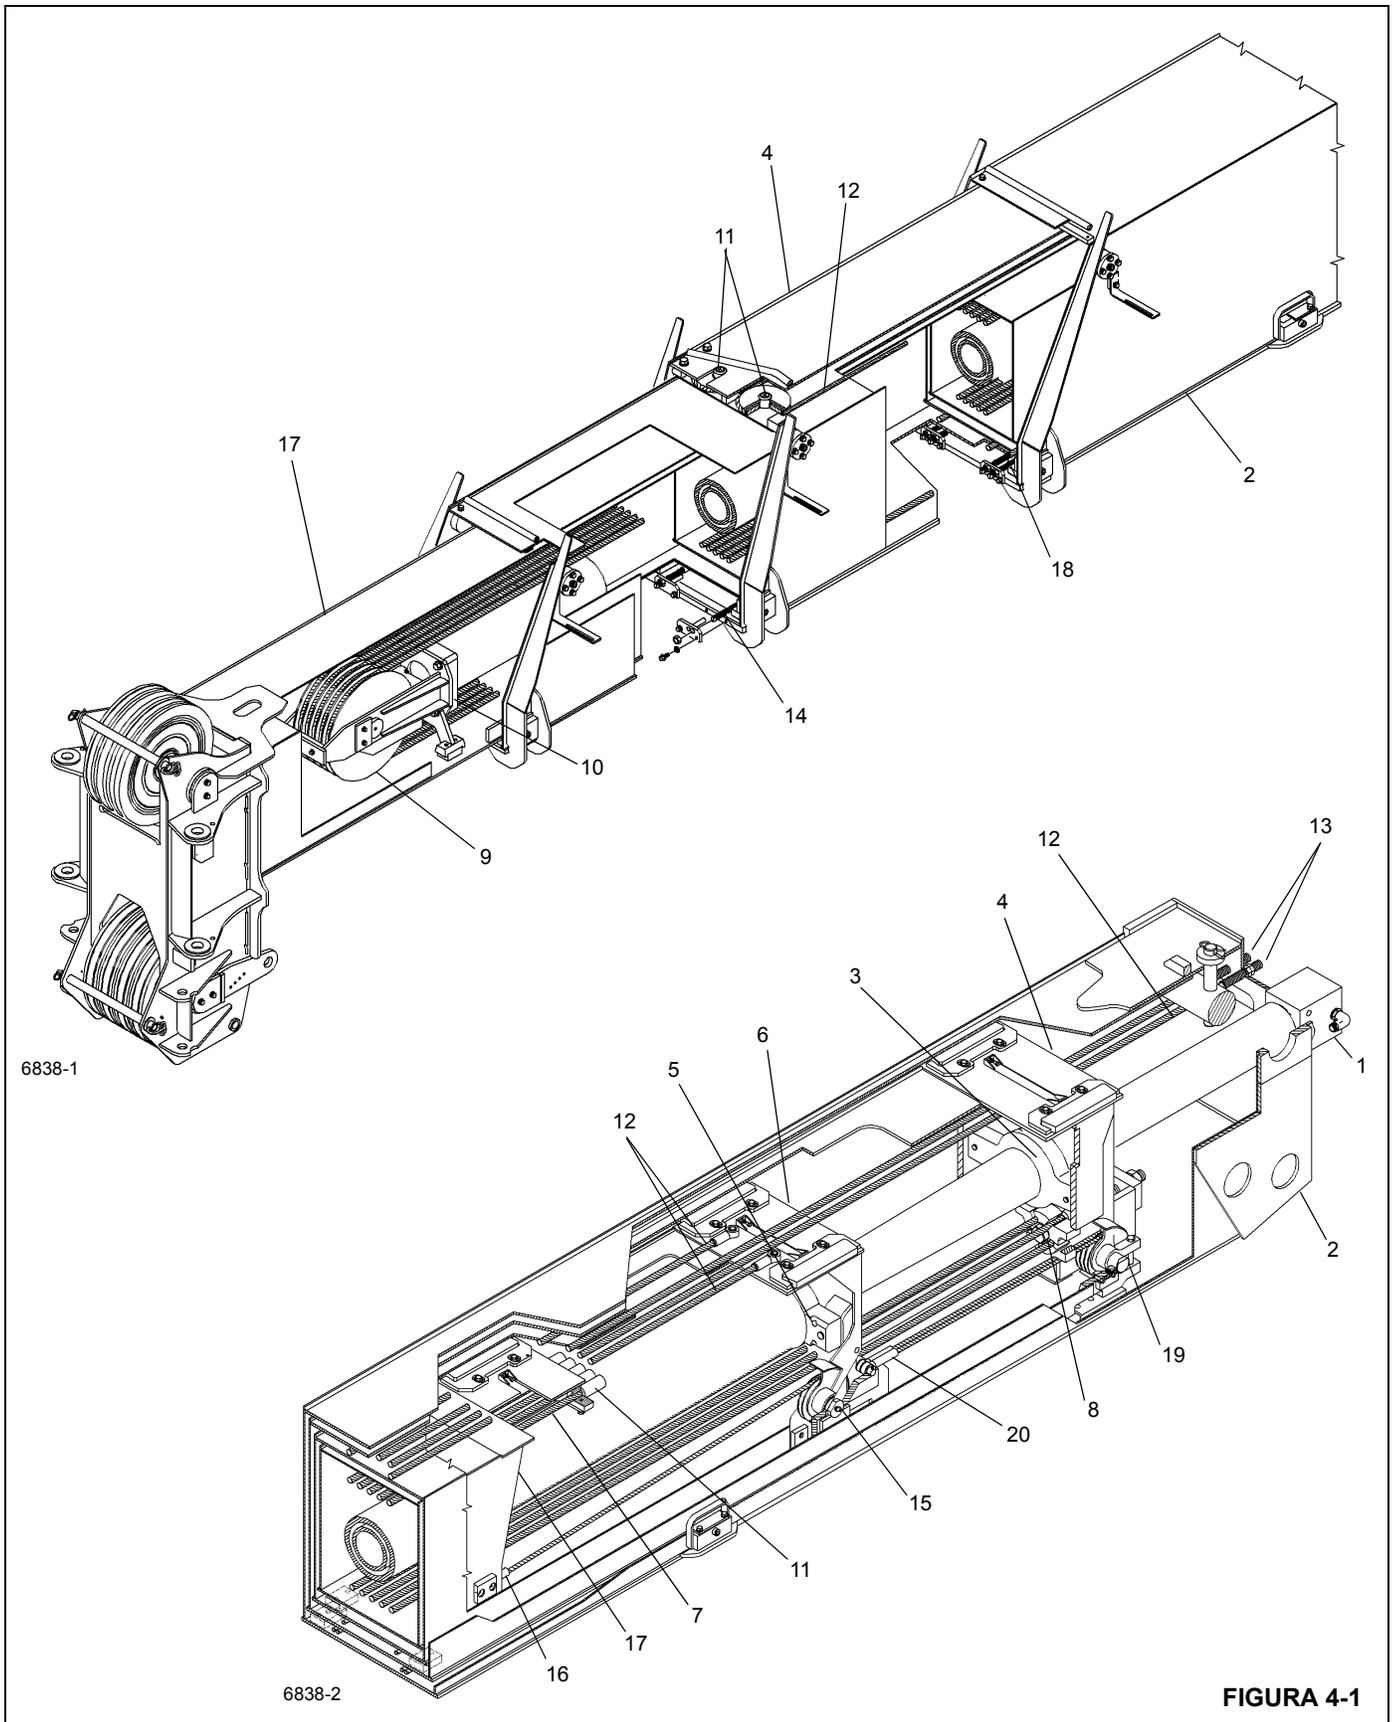

FIGURA 4-1
O cilindro telescópico é conectado à na lança em três locais: Consulte na Figura 4-1 a localização dos itens.
A seção volante possui cinco cabos de extensão (7) conectadas a ela. Consulte na Figura 4-1 a localização dos itens.
Consulte na Figura 4-1 a localização dos itens. Os cabos longos de sincronização de extensão (12) são conectados à parte traseira da seção intermediária externa (6), passados em volta de duas polias (11) na parte frontal superior da seção intermediária (4) e fixados na parte traseira da seção da base (13).
Consulte na Figura 4-1 a localização dos itens. Os dois cabos de retração (14) são fixados na parte frontal externa da seção intermediária interna (4), passados em volta das polias (15) montadas na extremidade da seção intermediária externa (6) e fixados na extremidade oposta (16) à seção volante (17).
Consulte na Figura 4-1 a localização dos itens. Os quatro cabos de retração (18) são fixados na parte frontal externa da seção da base (2), passados em volta das polias (19) montadas na extremidade da seção intermediária interna (4) e fixados (20) na extremidade oposta à seção intermediária externa (6).
Consulte na Figura 4-1 a localização dos itens. À medida que o cilindro telescópico se estende, o tambor do cilindro (5), que está conectado à seção intermediária externa (6), e a haste do cilindro interno (3), que está conectada à seção intermediária interna (4), tracionam as seções intermediárias para fora junto com eles.
Consulte na Figura 4-1 a localização dos itens. À medida que o cilindro telescópico se retrai, a seção intermediária externa (6) (conectada ao tambor do cilindro) e a seção intermediária interna (4) (conectada à haste do cilindro interno) são tracionadas para dentro.